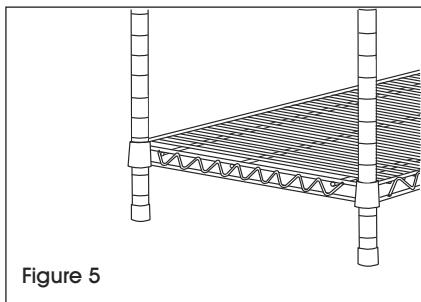

Figure 5
2. Placez l'unité à la verticale. Tapotez délicatement la tablette vers le bas pour la fixer. (Voir Figure 5)